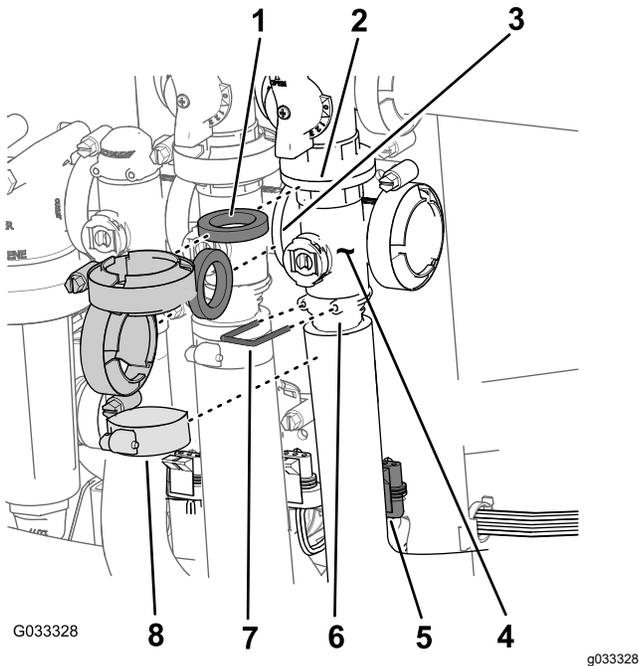

图 71
1. 拆下将主喷洒臂段阀歧管图 71 固定至主喷洒臂段旁通阀、搅拌阀和主喷洒臂段歧管阀在流量计的软管末端的夹具和垫片。
2. 拆下将出口接头固定至主喷洒臂段阀歧管的卡环图 71。